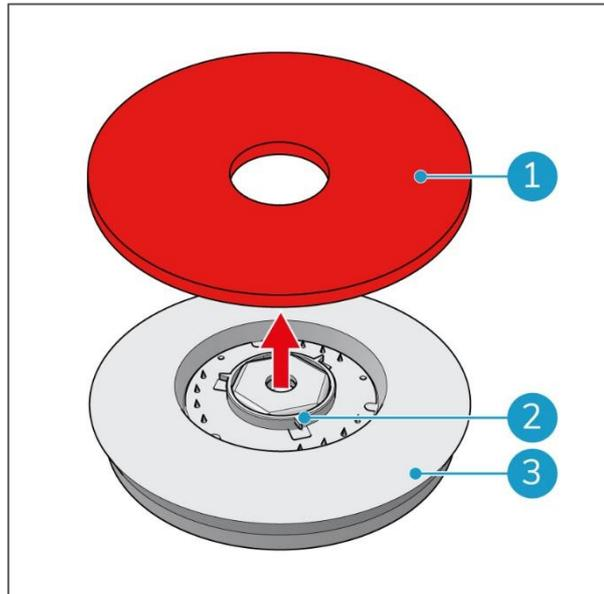

Figure 45
2. Vérifiez l'état des disques (Figure 45, pos. 1). S'ils ont l'air comprimés, ils ne sont plus efficaces et doivent être remplacés.
3. Retirez le disque des trois ergots de verrouillage (Figure 45, pos. 2), puis retirez le disque du plateau porte-disque (Figure 45, pos. 3).